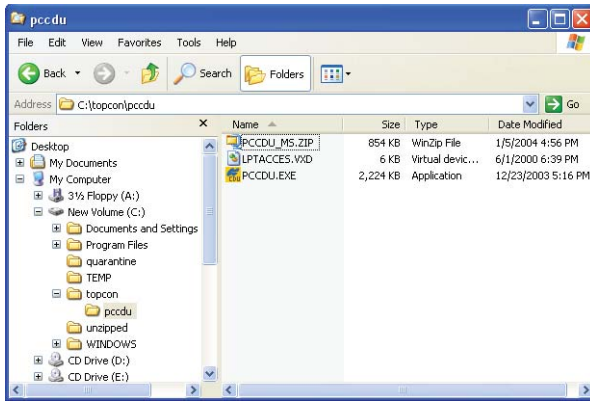

Рис. 2-1. Извлечение программы и создание ярлыка
3. Извлеките файл PCCDU.EXE и дополнительный файл *.dll в папку PC-CDU (Рис. 2-1).
4. Создайте ярлык на рабочем столе вашего компьютера для быстрого доступа к PC-CDU (Рис. 2-1).